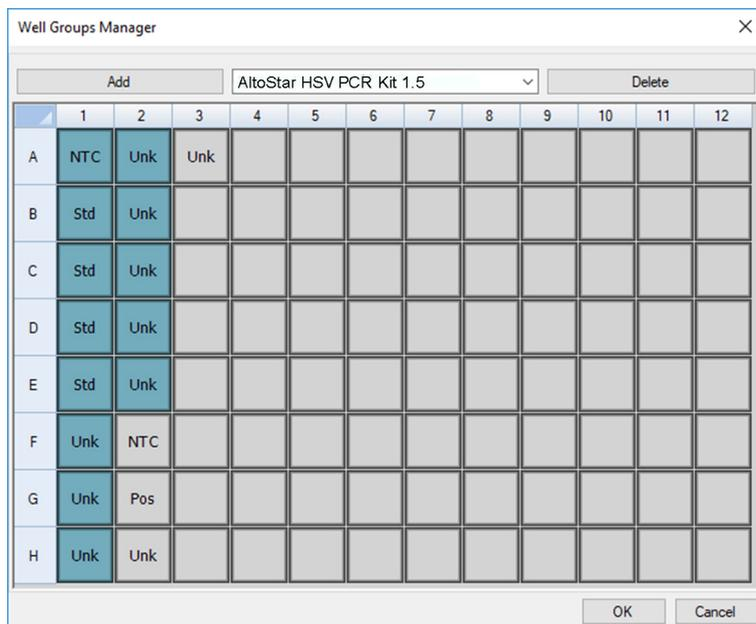

Figura 31: Cuadro de diálogo Well Groups Manager (gestor de grupos de pocillos)
2. En el cuadro de diálogo **Plate Editor** (editor de placa), haga clic en **Well Groups...** (grupos de pocillos...) en la barra de herramientas. Se muestra el cuadro de diálogo **Well Groups Manager** (gestor de grupos de pocillos) (consulte la Figura 31).
- Seleccione todos los pocillos en el área de la PCR Plate (placa PCR) que pertenezcan al primer ensayo (consulte la Figura 31). Los pocillos que pertenecen a un ensayo individual pueden identificarse en el cuadro de diálogo **Plate Editor** (editor de placa) mediante la entrada del campo **Biological Set** (conjunto biológico).